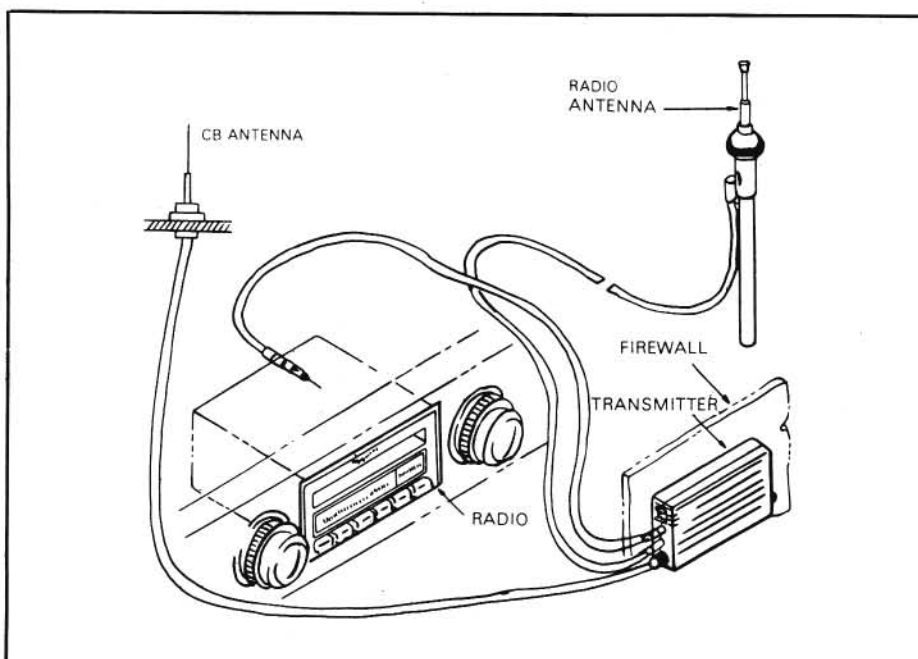

Figura 2 - Collegamento del trasmettitore con antenna radio o antenna CB.
A) Antenna radio o CB. Potete collegare il trasmettitore alla radio o all'antenna CB (vedi figura 2). Il collegamento a un'antenna esterna dà al trasmettitore una gamma di trasmissione più ampia. Però, se l'asta dell'antenna è rimossa o spezzata, o se si ritrae nel parafango automaticamente quando spegnete il motore, il sistema d'allarme diventa inefficace.